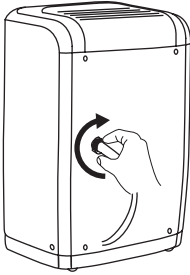

fig. 3
3. Aparafuse a mangueira de jardim na parte roscada do conector. (fig.3)